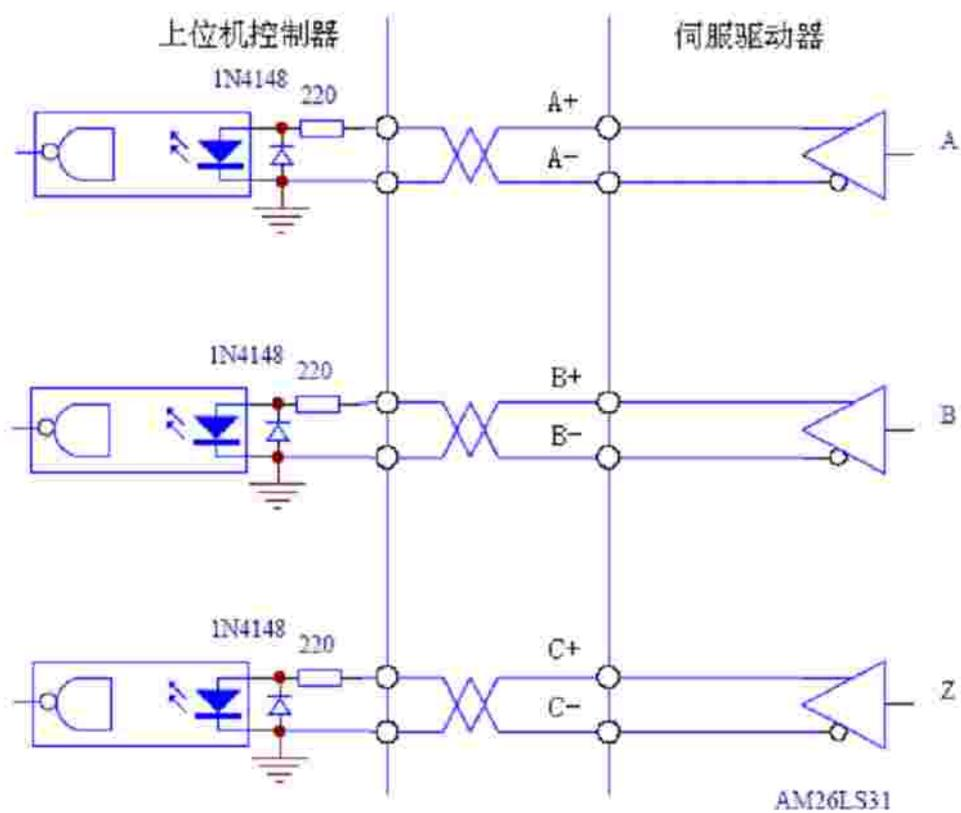

图 3-13b ; Type5 光电编码器输出信号
- Ø 控制器输入端也可采用光电耦合器接收, 但必须采用高速光电耦合器 (例如 6N137) 如图 3-13b 所示。